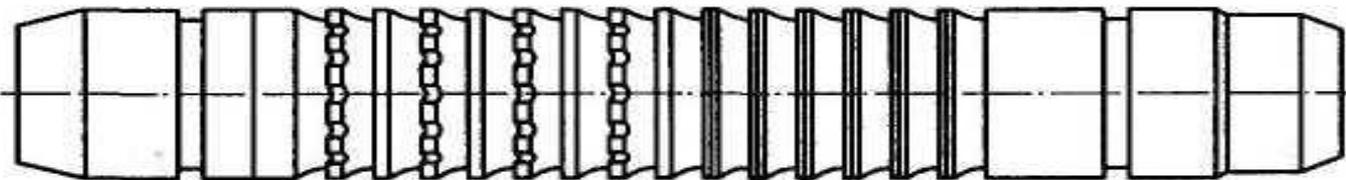

Рис. 4.2. Прошивка цилиндрическая
7. Для окончательной калибровки и отделки отверстия следует использовать просечки, протяжки и прошивки на винтовом или пневматическом прессе (рис. 4.2).